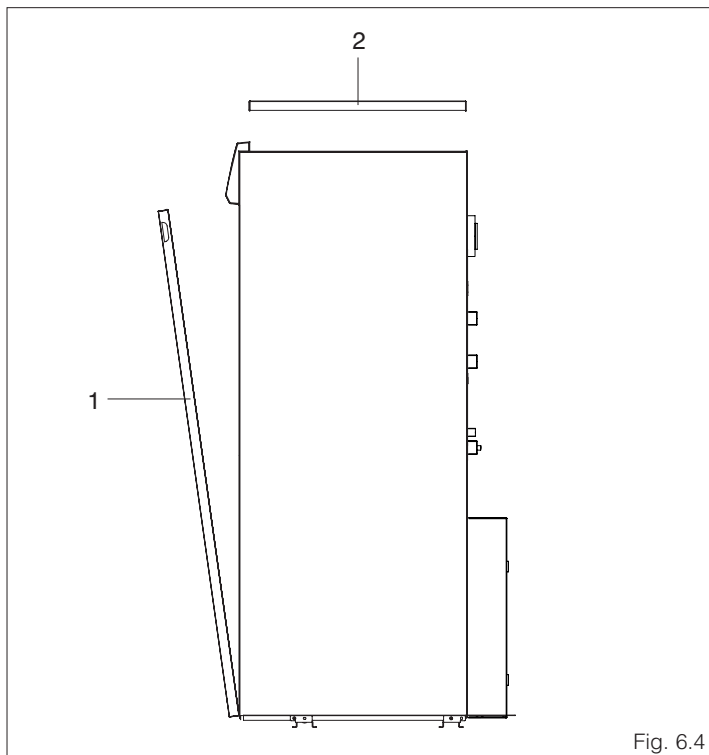

Fig. 6.4
- Rimuovere il pannello anteriore della caldaia (vedere Fig. 6.4 di pagina 38)
- Estrarre i bulbi del termostato (A) e del termometro (B) dalle guaine (8) presenti sulla flangia
- Rimuovere le dadi (9) che fissano la flangia di ispezione al bollitore